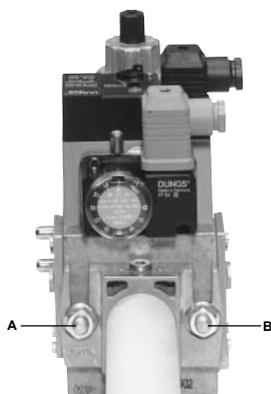

Рис. 3
3. Затянуть винты А, В, С и D (Рис. 3 - Рис. 4), (Рис. 6), соблюдая дистанции монтажа (Рис. 6);